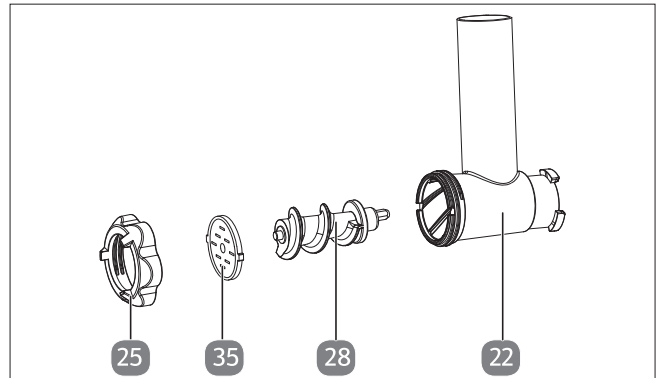

Abb. 23 – Zubehöreile Pasta
1. Setzen Sie das Zubehör wie abgebildet zusammen (siehe Abb. 23).